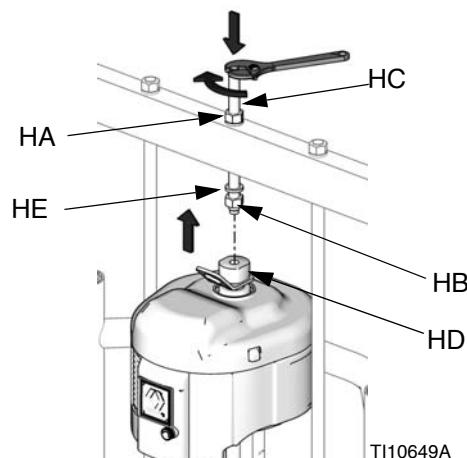

Рис. 37: опорная емкость объемом 55 галлонов – установка пневматического двигателя
- a. Установите резьбовой стержень (HC) через центральное отверстие в поперечине. Установите стопорные шайбы (HE) и гайки (HA, HB) на резьбовой стержень (HC), внизу и наверху поперечины. С помощью гаечного ключа удерживайте адаптер подъемного кольца (HD) и затяните резьбовой стержень (HC) на адаптере подъемного кольца с помощью другого ключа. См. Рис. 37.
- b. Затяните гайку (HB) под поперечиной до момента не более 25 футо-фунтов (34 Н•м).
- c. Затяните гайку (HA) над поперечиной для фиксации двигателя.